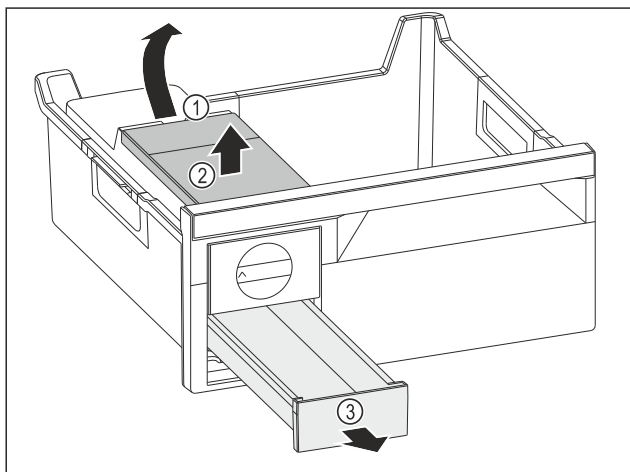

Fig. 76
- Odobratie nádržky na vodu: Nádržku na vodu nadvihnite za vybranie Fig. 76 (1).
- Nádržku na vodu Fig. 76 (2) odoberte smerom nahor.
- Zásuvku na kocky ľadu Fig. 76 (3) odoberte smerom nahor.